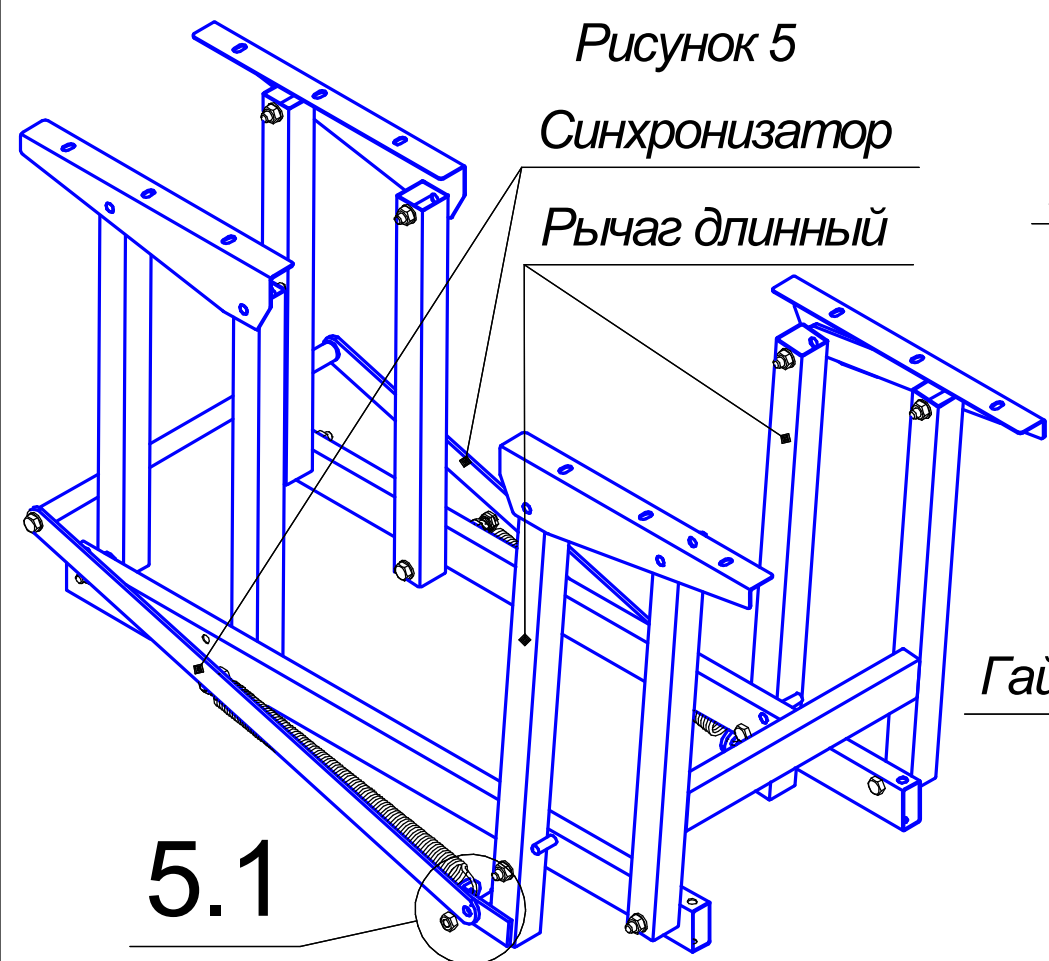

Рисунок 5
1.3 Закрепить синхронизаторы на рычагах длинных с помощью болтов М8х20, гаек самоконтрящихся М8, шайб 8 (рисунок 5).